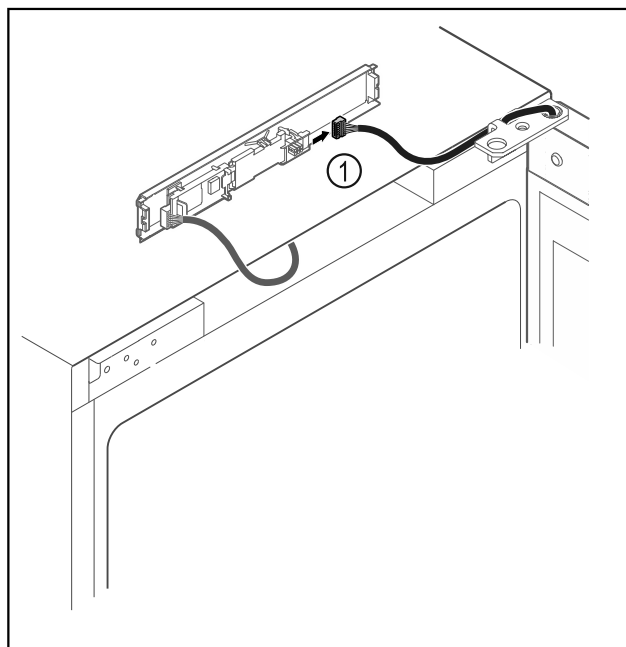

Fig. 19
- Træk stikket ud af Fig. 19 (1) printkortet.